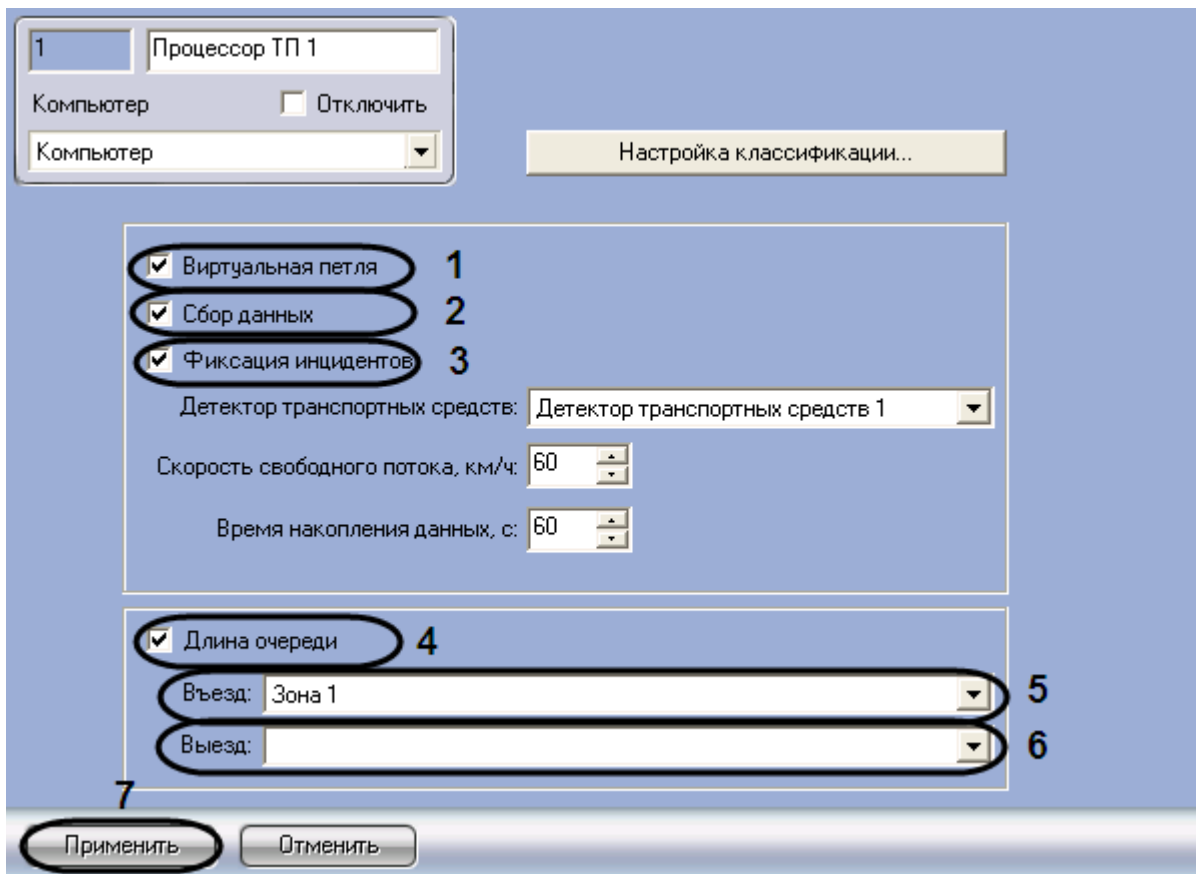

Рис. 7.6—10. Выбор режима работы модуля «Процессор транспортного потока»
1. Перейти на панель настройки объекта «Процессор ТП» (см. Рис. 7.6—10)
2. Для включения режима работы имитации виртуальной петли установить флажок «Виртуальная петля» (см. Рис. 7.6—10, 1). Результатом работы в данном режиме является ретрансляция событий о въезде/выезде транспортного средства из зоны детектирования, регистрируемых модулем «Детектор транспортного потока». По умолчанию события ретранслируются без сохранения в базе данных процессора транспортного потока. Чтобы включить сохранение событий в базе данных, необходимо выполнить шаг 3.
3. Для включения режима сбора и записи данных о транспортных потоках в базу данных процессора транспортного потока установить флажок «Сбор данных» (см. Рис. 7.6—10, 2)
4. Для включения режима фиксации и записи инцидентов в транспортном потоке в базу данных процессора транспортного потока установить флажок «Фиксация инцидентов» (см. Рис. 7.6—10, 3)